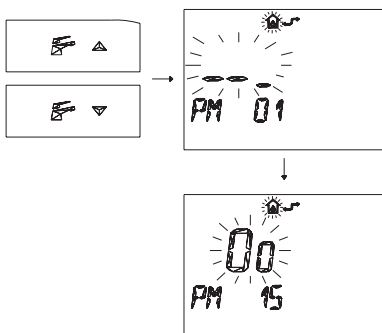

Figura 5.34 Remoto.
- 3 Premere i pulsanti o per visualizzare la programmazione "**PM 15**" abilitazione della sonda esterna (**Figura 5.34**)